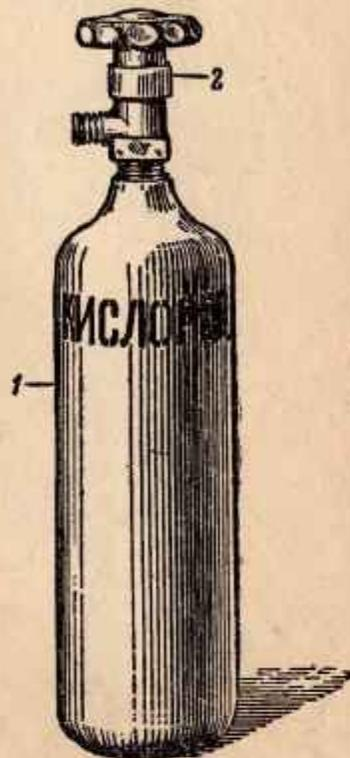

Рис. 11. Кислородный баллон:
11. Кислородный баллон (рис. 11) служит хранилищем запаса кислорода, необходимого для дыхания при пользо-